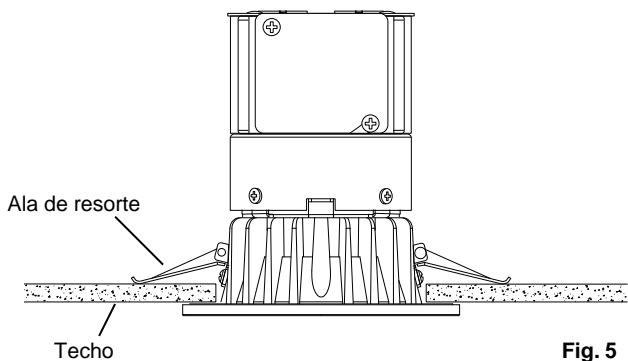

Fig. 5
- Continuar insertando la luminaria empotrable en el agujero, sin dejar de apretar las alas de resorte. Cuando las alas alcanzan el borde del agujero, liberarlas y empuje la luminaria empotrable hacia arriba hasta que ambas alas voltear hacia abajo sobre la superficie del techo. (Fig. 5)